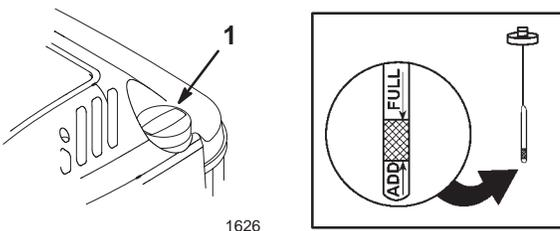

Figure 5
Avant chaque utilisation, vérifier que le niveau d'huile arrive entre les marques maxi (*Full*) et mini (*Add*) de la jauge (Fig. 5).
- Nettoyer tout autour du bouchon de jauge (Fig. 5).
- Voir le niveau d'huile indiqué par la jauge (Fig. 5).